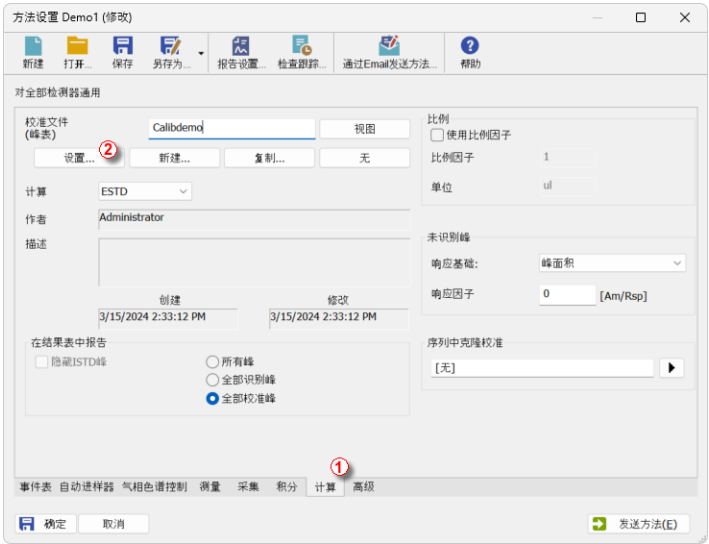

图18: 方法设置-计算选项卡
- 返回仪器窗口并使用方法-计算... 命令直接在计算选项卡上打开方法设置对话框，① 如所示第29页第图18.或者，您可以使用方法菜单中的任何命令，然后选择计算选项卡。所有这些部分(以及其他部分)都是方法的一部分;因此它们出现在同一个对话框中，但是在不同的选项卡上。
- 点击设置按钮② 选择校准文件并关联至方法。